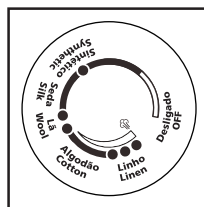

Figura 1
2. Coloque o seletor de tipo de tecido de acordo com o tipo de tecido que deseje passar (Figura 1).
2. Coloque a alavanca de controle do vapor na posição desejada. Coloque o botão seletor de tipo de tecido na posição desejada (consulte a Figura 1).